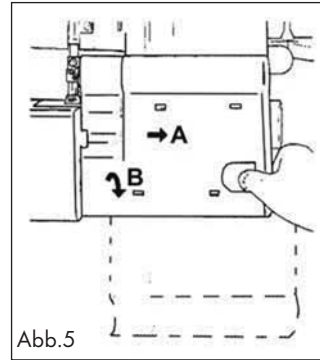

Abb.5
- Schieben Sie die Frontklappe **10** nach rechts (A) und ziehen Sie sie dann zu sich hin (B) (Abb. 5). Hinter der Frontklappe **10** sehen Sie den Greiferraum.
① Hinweis: